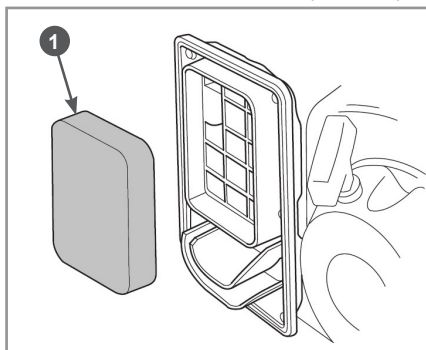

Рис. 17 Обслуживание воздушного фильтра
2. Извлеките из корпуса 1 фильтрующий элемент 3 и сепаратор 2 (Рис. 17).